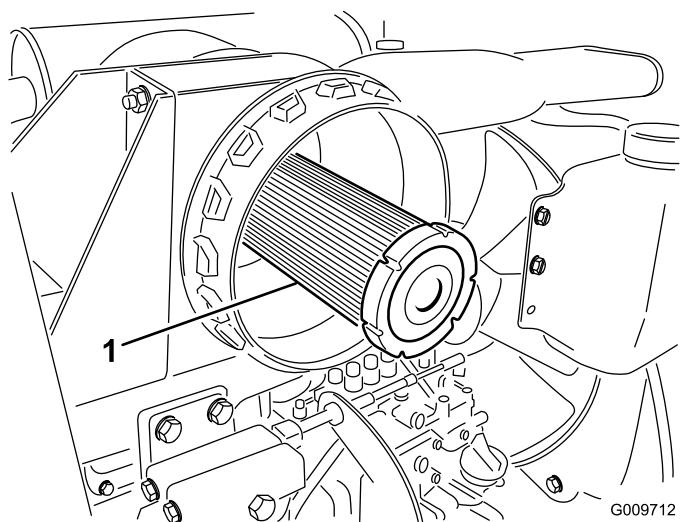

Рисунок 41
**Внимание:** Никогда не пытайтесь очистить контрольный фильтр (Рисунок 41). Заменяйте контрольный фильтр после каждого из трех обслуживаний фильтра грубой очистки.